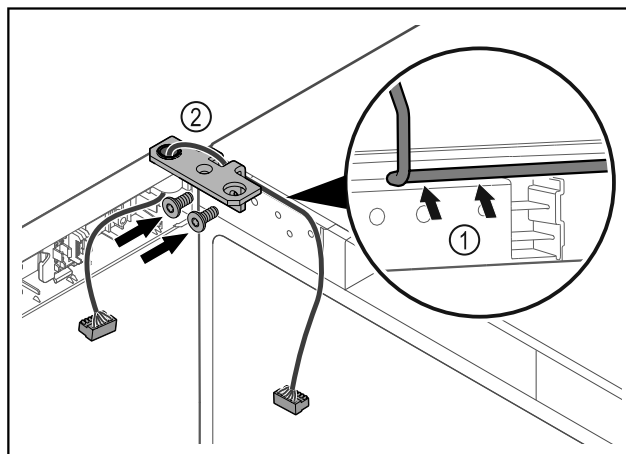

Fig. 38
- Pasar el cable por la escotadura de la escuadra de bisagra y tenderlo con cuidado Fig. 38 (1).
- Atornillar la escuadra de bisagra Fig. 38 (2).